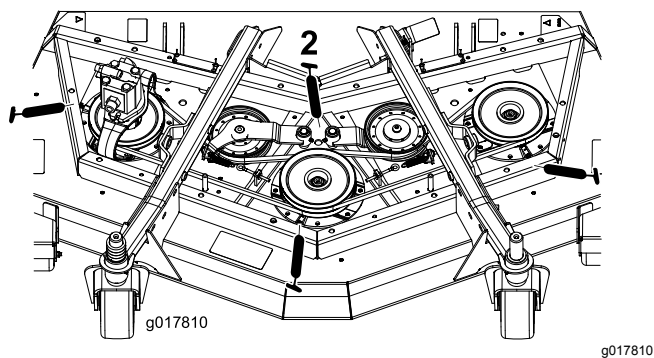

Figure 80
- 3 paliers d'axes de pivot (sous la poulie) (Figure 80)
- 2 bagues de pivot de bras de tension (Figure 80)